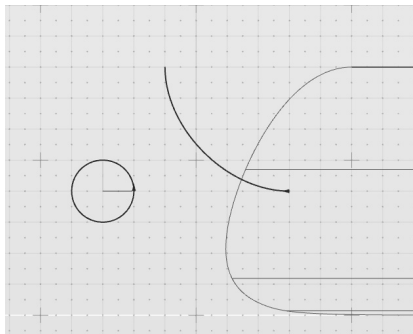

图 5-51 创建半径值为“1cm”的圆曲线
2) 再次创建一条圆曲线, 给定圆曲线的半径值为“1cm”, 如图 5-51 所示。该圆可位于建模视图中的任意位置。